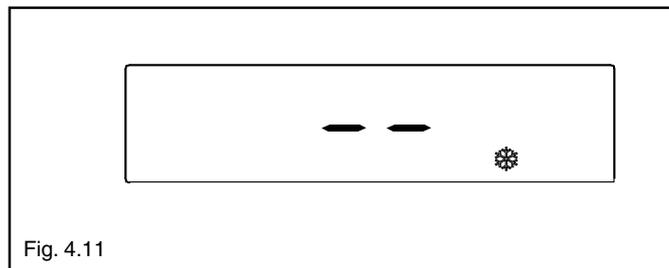

Fig. 4.11
- Anti-hielo (fig. 4.11): cuando la temperatura del agua de la caldera disminuye por debajo de los valores de seguridad se activa el circulador y el quemador a la mínima potencia hasta alcanzar la temperatura del agua los valores de seguridad (35 °C).